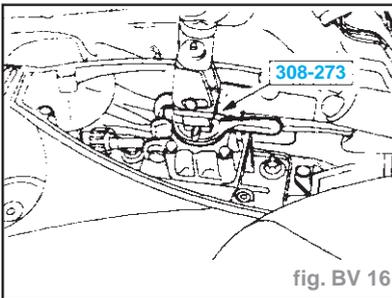

fig. BV 16
- Bloquer le levier de vitesses à l'aide de l'outil spécial : (fig. BV 16)